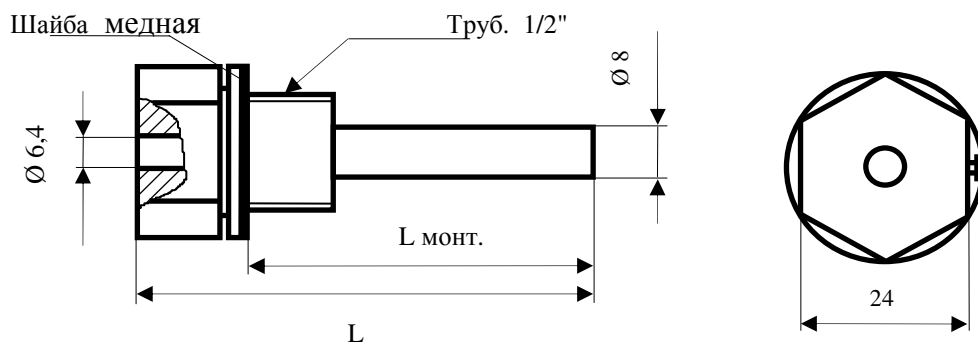

Рисунок 3. Гильза защитная ГЗ-6,3-6\*
- Арматура для монтажа термопреобразователя (см. рис. 3–4) заказывается отдельно.